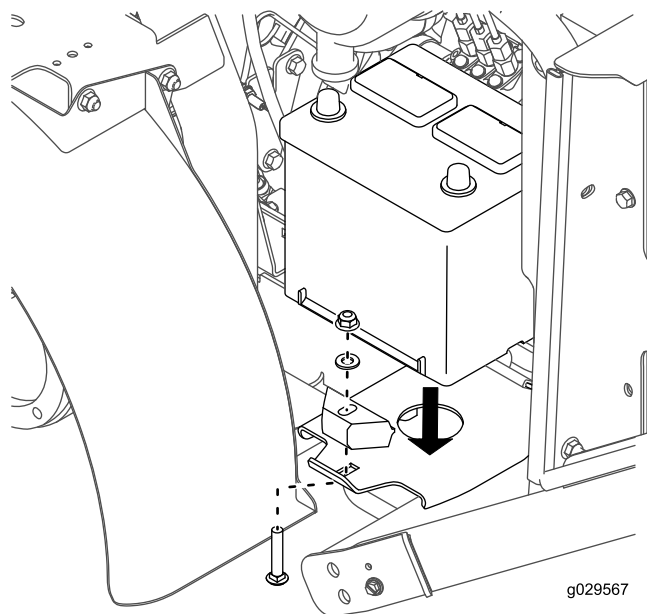

Рисунок 10
8. Присоедините, не затягивая, аккумуляторную батарею к платформе с помощью ранее снятых каретного болта, прижима, шайбы и гайки (Рисунок 10).